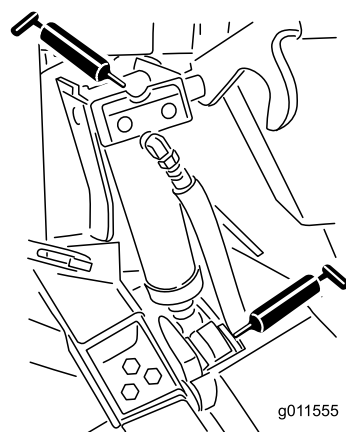

Figura 70
- Casquilhos do cilindro de elevação (4) (Figura 70)